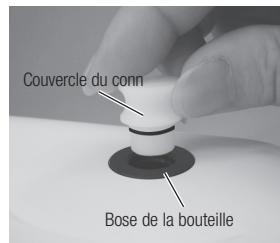

Fig.2
- 1) Enlevez le couvercle du connecteur de base de la bouteille (Fig. 2).